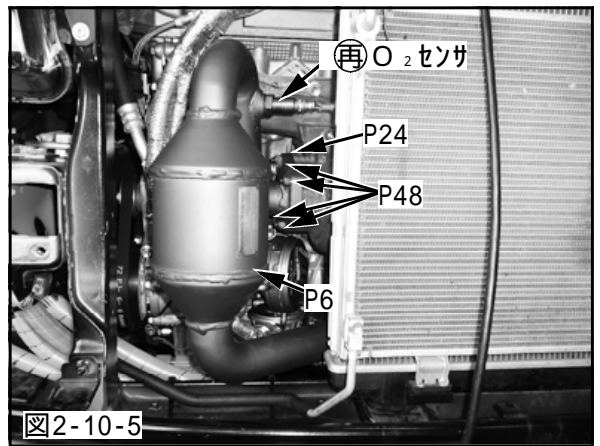
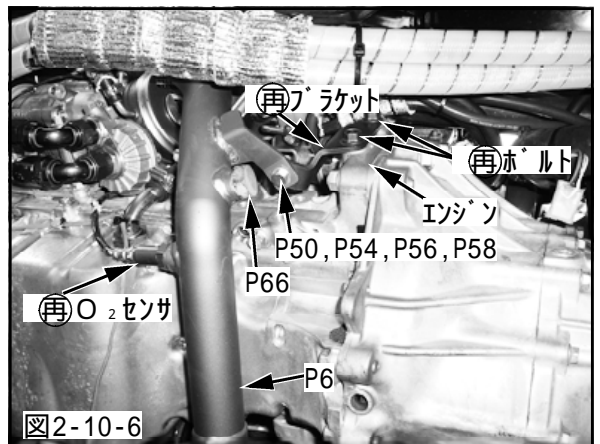

図2-10-5
図2-10-6
(4) キャタライザをターボチャージャAssyに取付けてください。(図2-10-5)
(5) 純正O2センサ及び栓ボルトをキャタライザに取付けてください。(図2-10-5, 図2-10-6)
(6) エンジンにキャタライザを取付けてください。(図2-10-6)